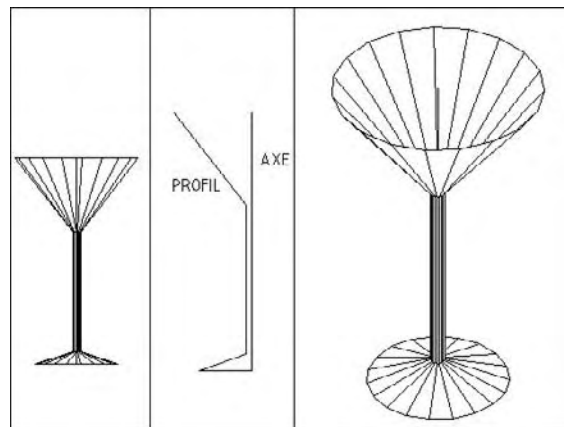

Fig.6.5
- 1 Exécutez la commande de création à l'aide de l'une des méthodes suivantes (fig.6.5) :